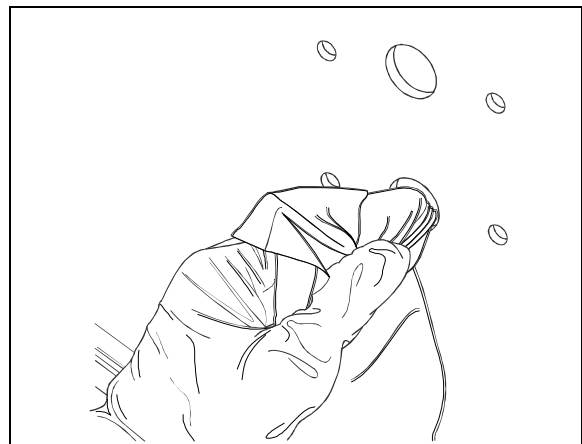

Figure 3: Nettoyage des trous de passage.
4. Nettoyer l'intérieur et le pourtour des trous de passage avec du Sika 205, tel qu'illustré à la figure 3. Utiliser à nouveau un chiffon ne laissant pas de résidus. Laisser sécher pendant 2 minutes;
4. Nettoyer l'intérieur et le pourtour du trou de passage des fils avec du Sika 205, comme illustré à la figure 3. Utiliser à nouveau un chiffon ne laissant pas de résidus. Laisser sécher pendant 2 minutes;